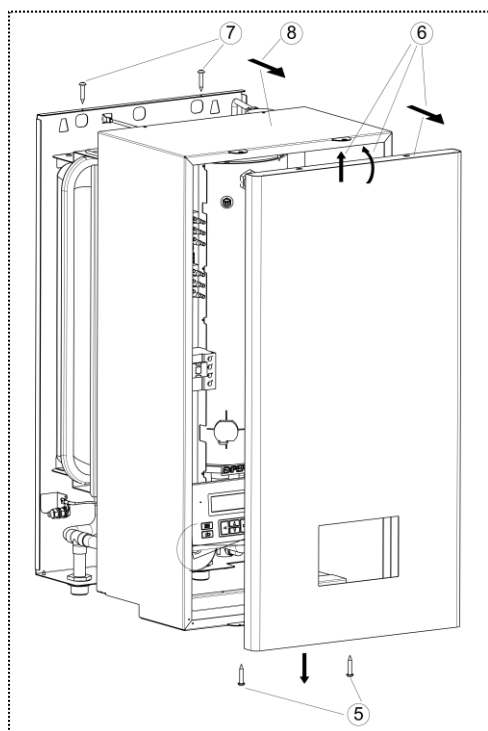

Рисунок 6. Снятие лицевой панели
**6.1.5** Выкрутите отвёрткой два самореза с нижнего торца корпуса прибора (см. рис. 6).
**6.2.7** Выполните монтаж автоматического выключателя QF (3) в непосредственной близости от прибора и доступным для визуального осмотра месте (см. рис. 6).